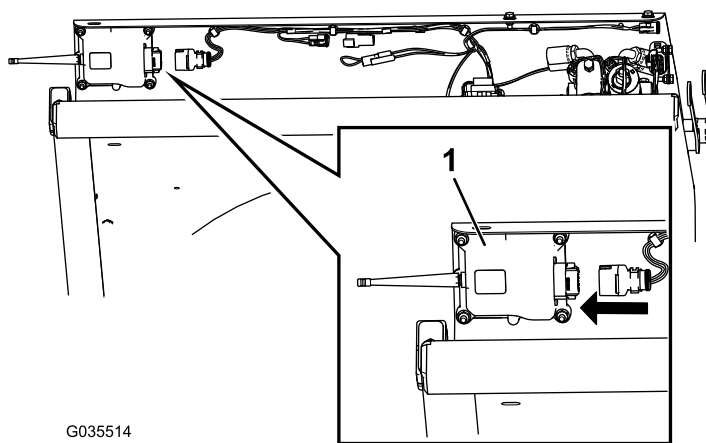

图12
1. 找到线束的 RF2CAN 控制器端将其插入 RF2CAN 控制器 图12。